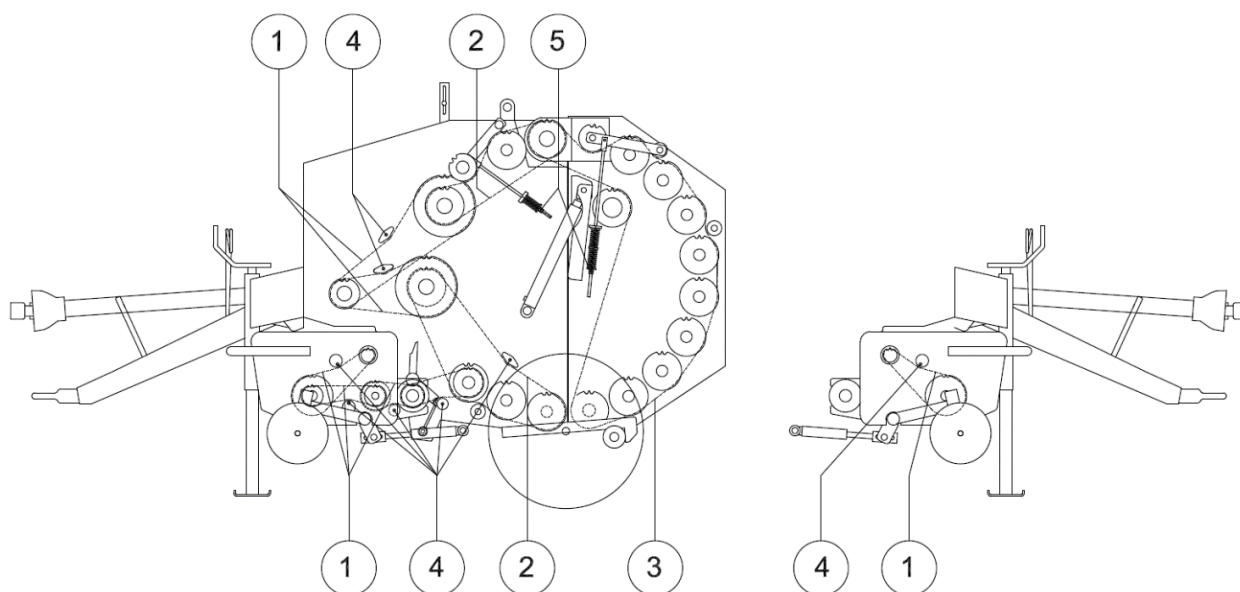

Figure 6. Ensemble d'entraînement
Le diagramme de la chaîne d'entraînement est indiqué sur la figure 6. Les chaînes utilisées pour l'entraînement sont situées aux positions 1, 2 et 3. Réglez la tension des chaînes à l'aide de tendeurs (4) ou de la vis de réglage à ressort (5), selon le cas.